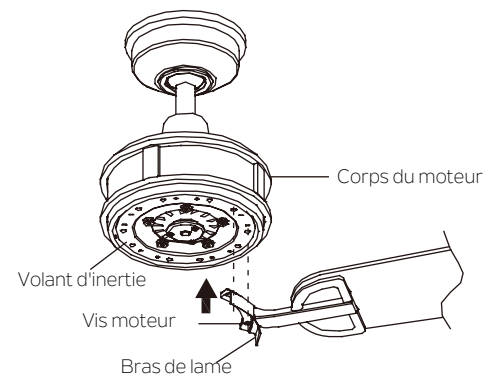

Fig. 20
Étape 2. Fixer l'ensemble de la lame aux trous situés au bas du volant d'inertie. Serrer les deux vis du moteur « préinstallées » dans le bras de la lame. Répéter les étapes pour les autres ensembles de lames. (Fig. 20)